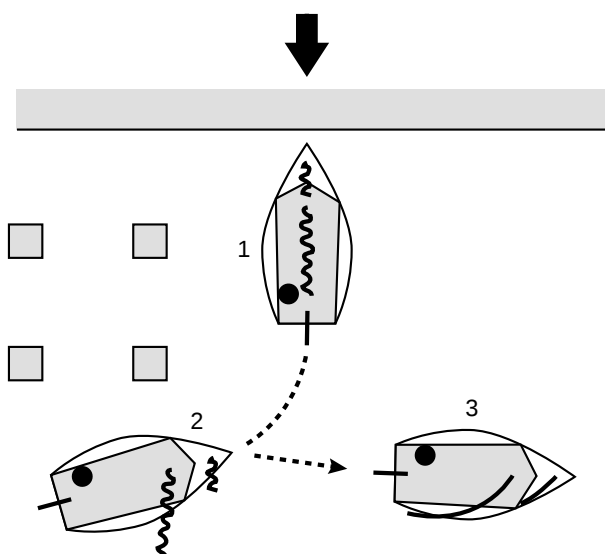

fig. 23: er liggen obstakels
- 2) eventuele hindernissen zullen onze vertrekdirichting bepalen. (fig. 23)